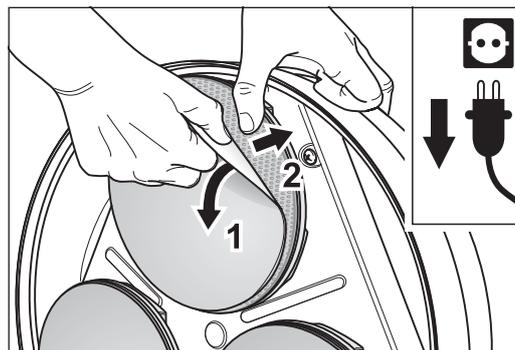

Abb. 7 Die Klettschleifscheibe abziehen (1) und gleichzeitig den flexiblen Kletthafttring am Schleifteller festhalten (2).
- 1 Ziehen Sie an einem Schleifteller mit der einen Hand die Klettschleifscheibe ab (Abb. 7, 1) und halten Sie gleichzeitig mit der anderen Hand den flexiblen Kletthafttring am Schleifteller fest (Abb. 7, 2).